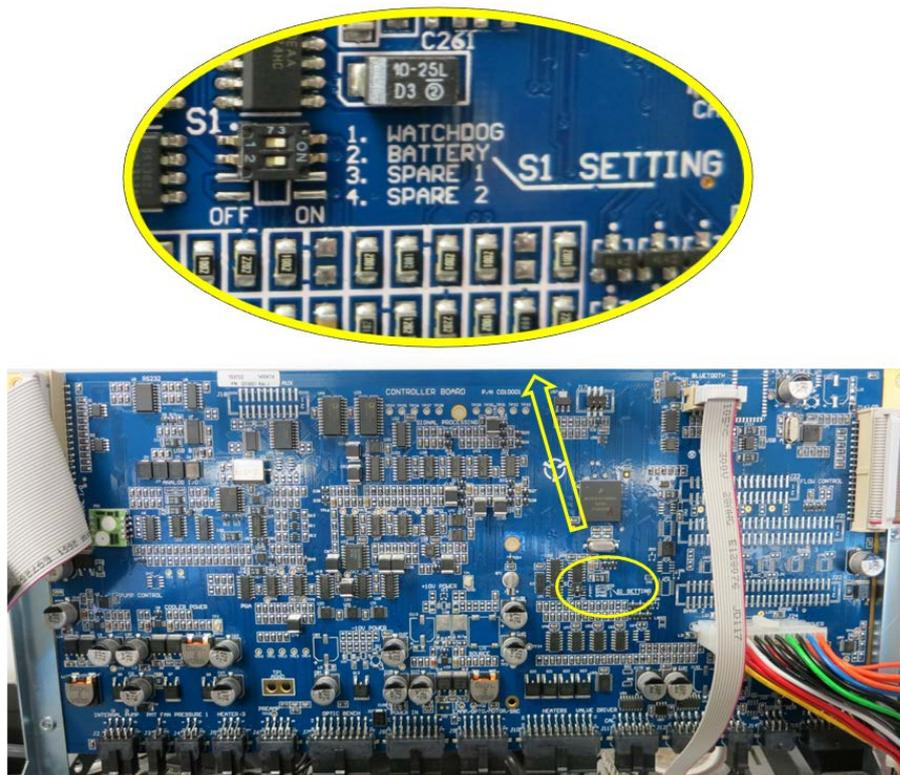

Figure 7 – Démarrage/arrêt de la batterie
2. Vérifier que la batterie est sous tension sur la carte « contrôleur principal » (voir Figure 7).
8. En cas de période de stockage prolongée (six mois), éteindre la batterie en commutant l'interrupteur (S1) sur la carte « contrôleur principal » (voir Figure 7).